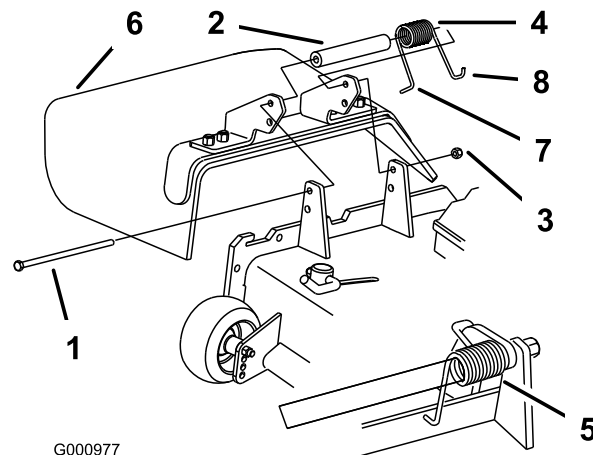

Figura 2
1. Coloque el espaciador y el muelle entre los soportes del deflector de hierba (Figura 2). Coloque el gancho en **J** del extremo izquierdo del muelle detrás del reborde de la carcasa.
la carcasa antes de instalar el perno, según muestra Figura 2.
2. Instale el perno y la tuerca. Coloque el extremo derecho en **J** del muelle alrededor del deflector de hierba (Figura 2).